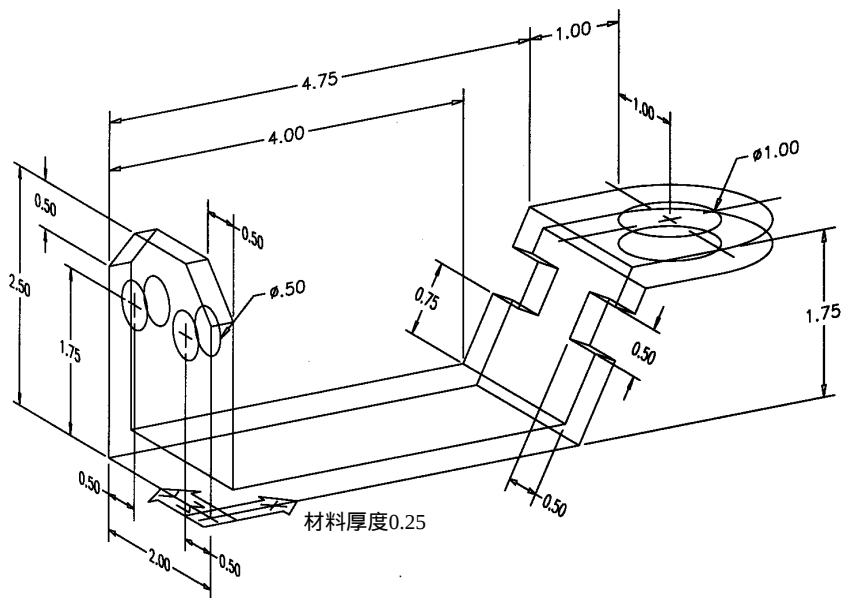
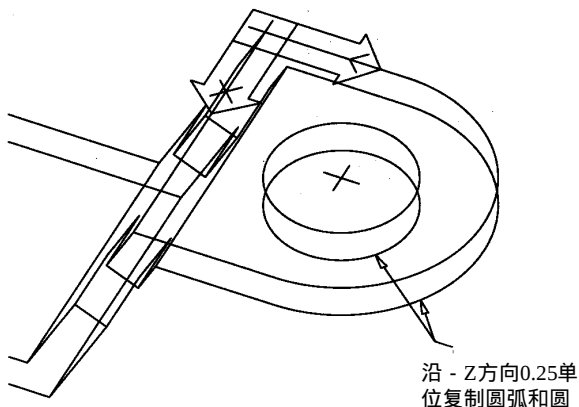

图 2-50
图 2-58
在练习中，你将所学的 UCS 知识应用于构造如图 2-50 所示的线框模型操作中。虽然构造该模型不用 UCS 也是可能的，但是这样会使操作困难，速度缓慢。因而，利用 UCS 的平移和旋转，用习惯使用的二维命令能够容易和快速地创建该模型。
17) 构造线框模型的最后步骤是按 Z 负方向 0.25 单位复制圆弧和圆,如图 2-58 所示。最后,所作的线框模型除了没有尺寸标注外,应与本练习开始时的图 2-50 中的线框模型类似。